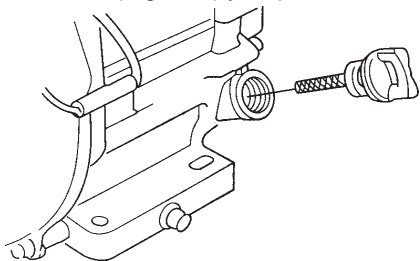

Figura 6. Nivel de aceite
2. Retire la varilla medidora del orificio, para el llenado de aceite del motor (Figura 6) y límpiela.